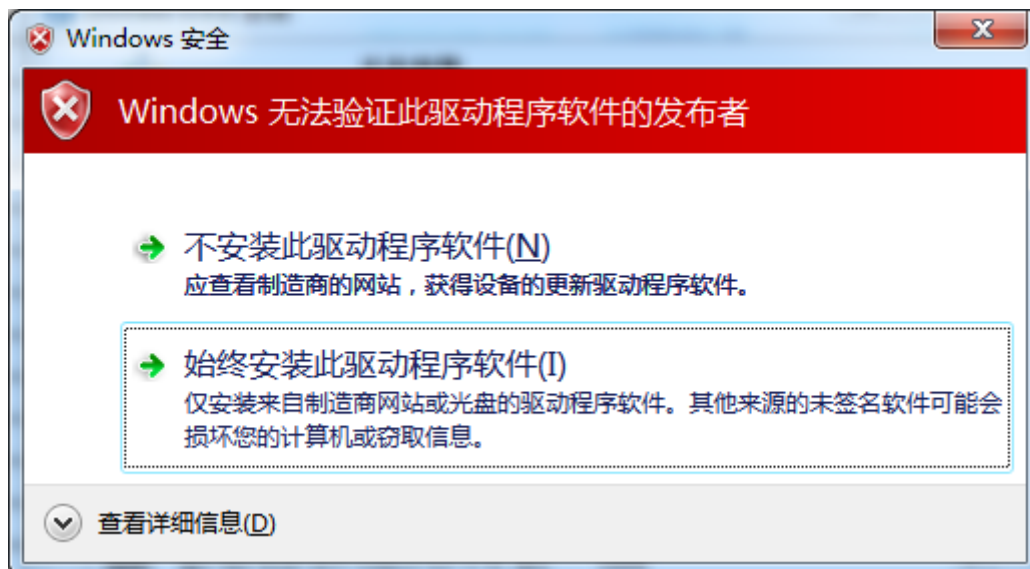

图 1-5
5) 如果出现下图（图 1-5）所示窗口，请选择“始终安装此驱动程序软件”，以完成正确安装：